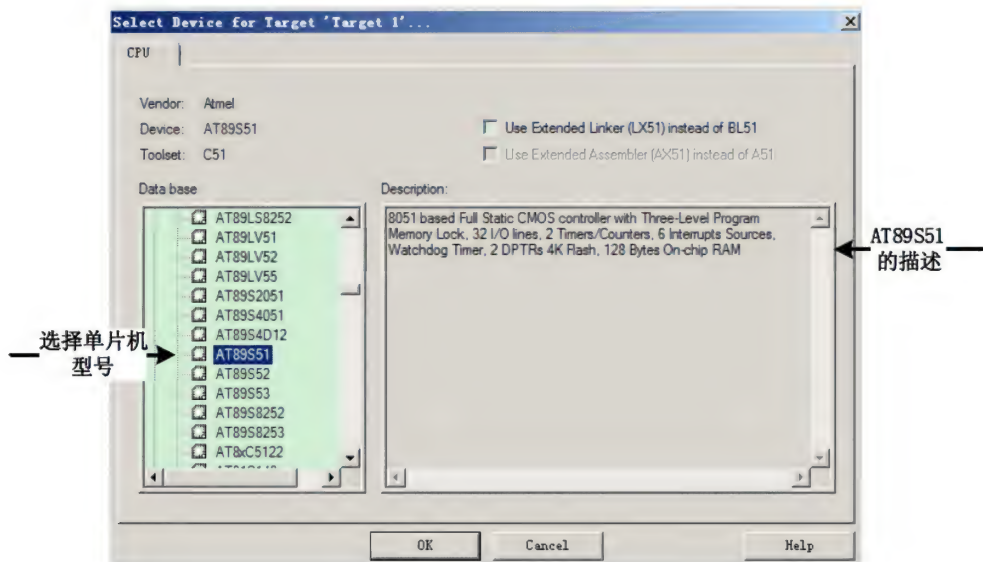

图 4.4 选择目标器件对话框
(3) 单击“保存”按钮后，弹出如图 4.4 所示的对话框，要求选择单片机的型号。用户可以根据实际使用的单片机型号来选择，Keil 几乎支持所有的 8051 系列单片机。本例中选择常用的 AT89S51 单片机。选择单片机型号后，右边 Description 栏中即显示所选单片机的基本说明，然后单击“确定”按钮。